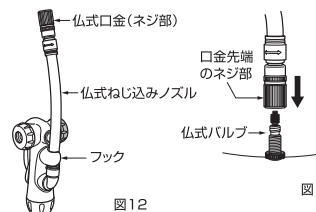

図12
- 1 仏式ねじ込みホースをたて、フックに固定します。(図12)